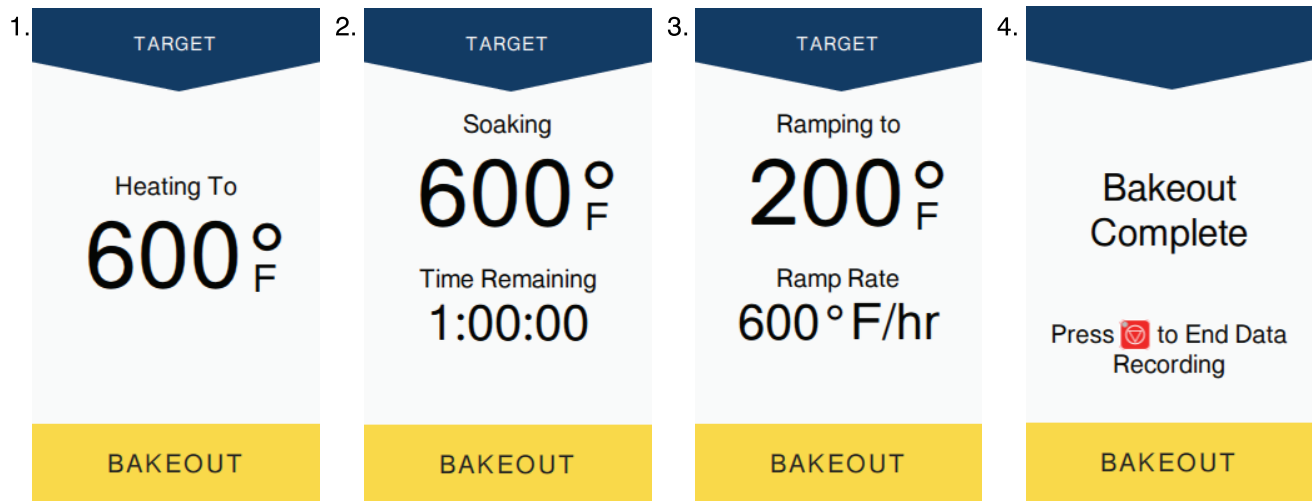

Figura 6-9. Pantallas Bakeout Sequence (Secuencia de deshidrogenado)
Paso 6. Si la salida está desactivada (se muestra SETTINGS [Configuración]), presione **[RUN]** (Ejecutar) para comenzar el calentamiento. El calentador acelerará a la temperatura objetivo de deshidrogenado, impregnará durante el tiempo programado y desacelerará a la temperatura final. Consulte la Figura 6-9 para obtener imágenes de las pantallas como ejemplo.